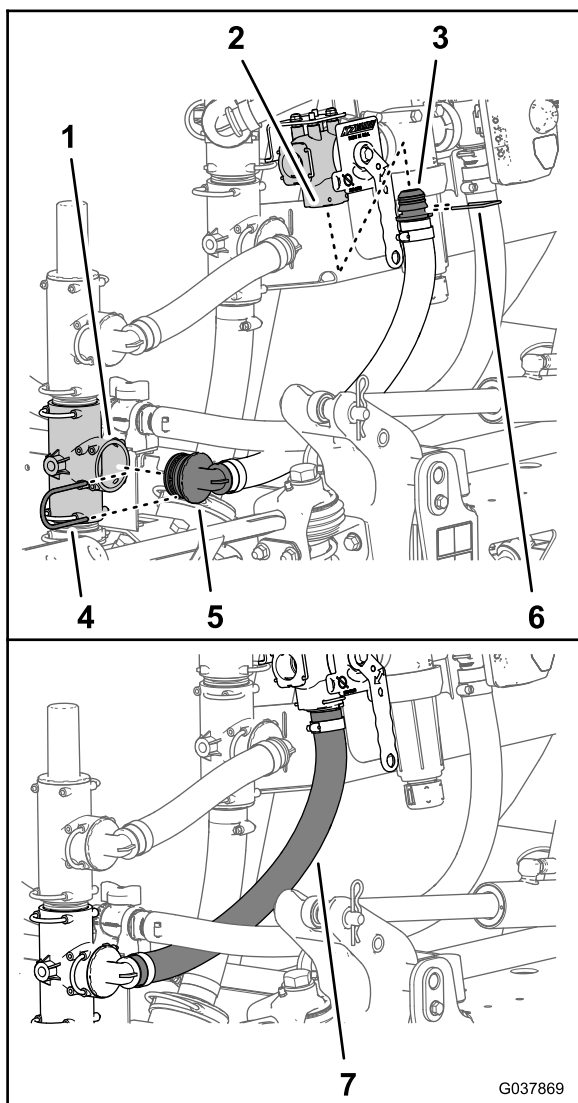

Figura 71
- Montate il raccordo diritto dentellato del flessibile di alimentazione dell'irroratrice - 25 x 486 mm (1 x 19-1/8 poll.) nel foro di ingresso della valvola di intercettazione del nebulizzatore (Figura 71).
- Fissate il raccordo diritto dentellato alla valvola di intercettazione del nebulizzatore con il fermo fornito in dotazione con la valvola di intercettazione (**Figura 71**).
- Montate il raccordo a 90° del flessibile di alimentazione dell'irroratrice nel foro aperto del raccordo a T della pompa dell'irroratrice (**Figura 71**).
- Fissate il raccordo a 90° al raccordo a T con il fermo (**Figura 71**) che avete rimosso al passaggio 5 di Rimozione dei flessibili di bypass dell'agitatore e di alimentazione dell'irroratrice \(pagina 18\).